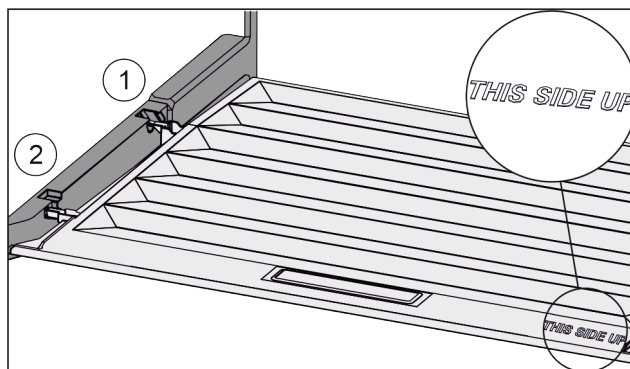

Fig. 25
- ▶ Výstupky víka zaveďte do zadních držáků Fig. 25 (1) a vpředu zaklesněte do držáku Fig. 25 (2).